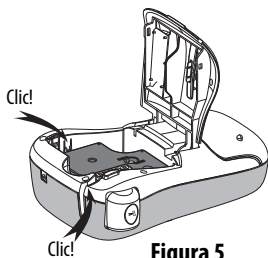

Figura 5
- 4 Premere saldamente per fare scattare in sede la cartuccia (si sentirà un clic). Vedere Figura 5.